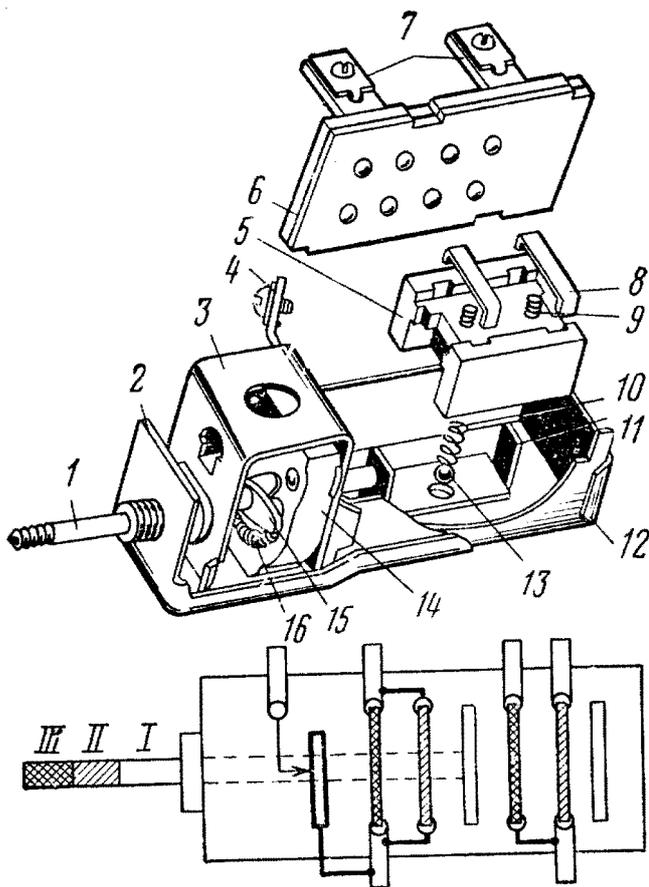
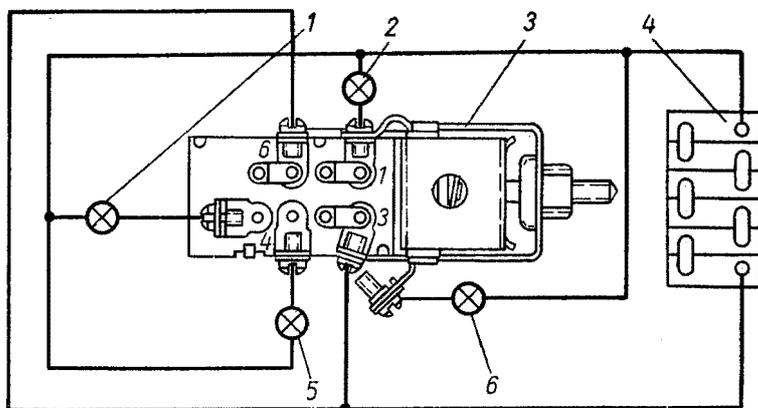

Рис. 201. Центральный переключатель света:
Рис. 211. Схема проверки центрального переключателя света:
**Центральный переключатель света П38.** Устройство переключателя показано на рис. 201. Переключатель имеет три фиксированных положения при перемещении штока. Усилие перемещения штока должно быть в пределах 1,5—4 *кГ*.
Для проверки **центрального переключателя света** необходимо собрать схему, показанную на рис. 211.
В положении I штока (см. рис. 201) контрольные лампы гореть не должны. В положении II должны гореть лампы 1 и 2 (см. рис. 211), а при повороте штока по часовой стрелке должна загореться лампа 5 и гореть без миганий при вращении штока до упора. При поворачивании штока против часовой стрелки лампа 5 должна гореть и погаснуть только перед упором. В положении III должны гореть лампы 2, 5 и 6.